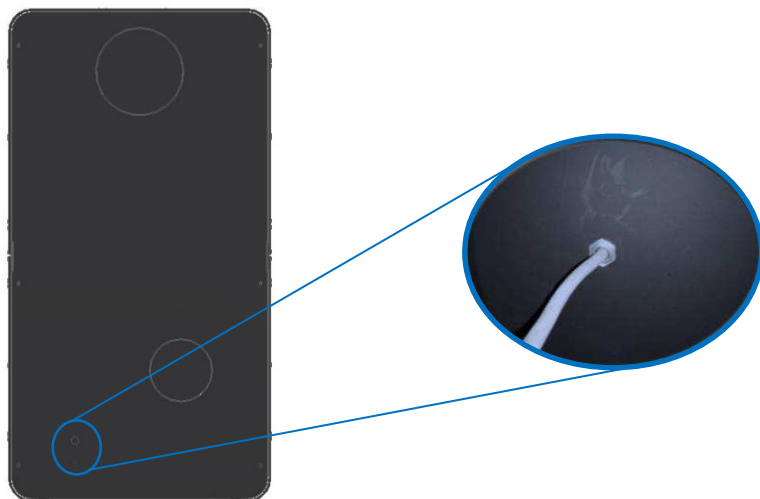

Figura 38 - Passagem do cabo do kit de ventilação
* Deve de seguida passar a cablagem pela furação existente nas costas do equipamento e apertar o passa-cabos, Figura 38;